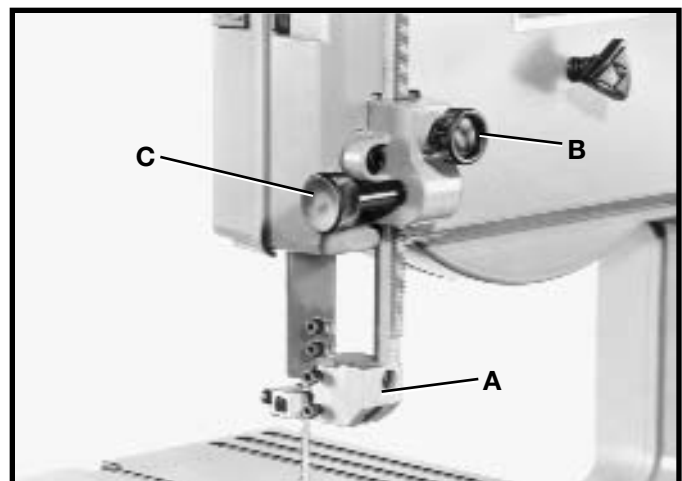

Fig. 21
El ensamblado de la guía de hoja superior (A) Fig. 21 siempre debe fijarse a no más de 1/4" sobre o tan cerca como resulte posible de la superficie superior del material a cortarse. Afloje la perilla (B) Fig. 21, gire la perilla (C) y coloque el ensamblado de la guía (A) a la posición deseada. Apriete entonces la perilla (B).